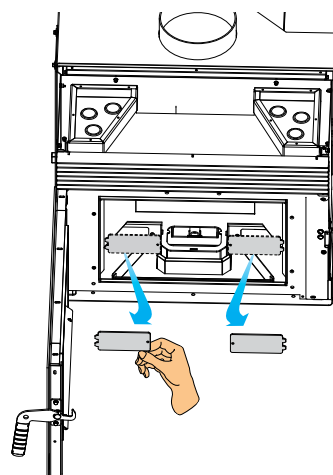

Abb. 7.18
- F) Retirar las tapas del compartimento del ventilador extractor de humos (Fig. 7.18).